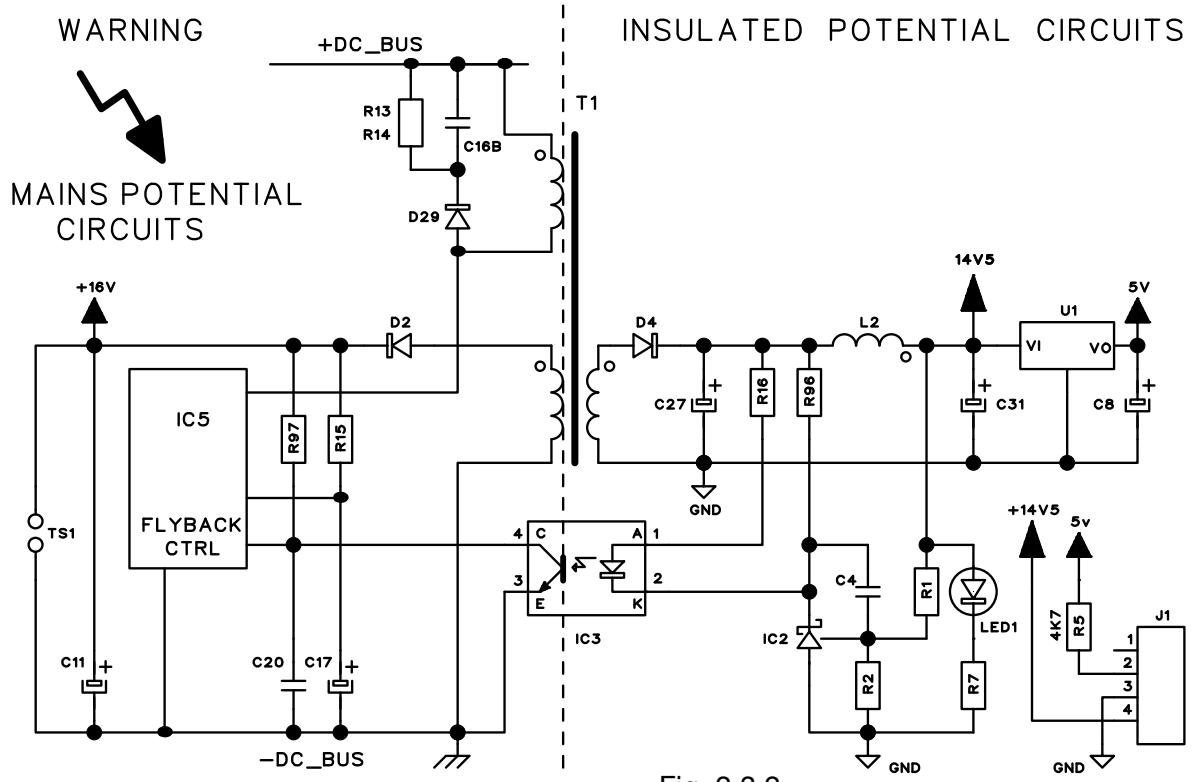

Fig. 2.3.2
Estas tensiones se miden en los conectores TS1 y J1, en tarjeta potencia (12), como indicado en Fig. 2.3.2.
- ◆ Si la tensión está ausente, apagar el generador y verificar que no hay una interrupción en las conexiones a la entrada de tarjeta potencia (12) o en la conexión del inductor (15) del boost converter o que los terminales de los condensadores-DC no sean en cortocircuito. Si el caso buscar la fuente del cortocircuito entre los componentes siguientes: boost converter (Q2, Q3, etc.), circuito flyback (IC5, D29, C16B, R13, R14, etc.), condensadores-DC, igbt y diodos del inverter (Q4 ÷ Q9, D8, D9, etc.).
- ◆ Si la tensión se mantiene en 330 Vdc controlar los circuitos del boost converter (IC6, Q2, Q3, D10, etc.) y la tensión en TS1 de tarjeta potencia (12), como indicado en Fig. 2.3.2 (alimentación circuitos flyback y boost converter).
- Tarjeta potencia (12), conector J1, terminales:
como indicado en Fig. 2.3.2 (alimentación circuitos de tarjeta potencia (12)).
- Sustituir tarjeta potencia (12).